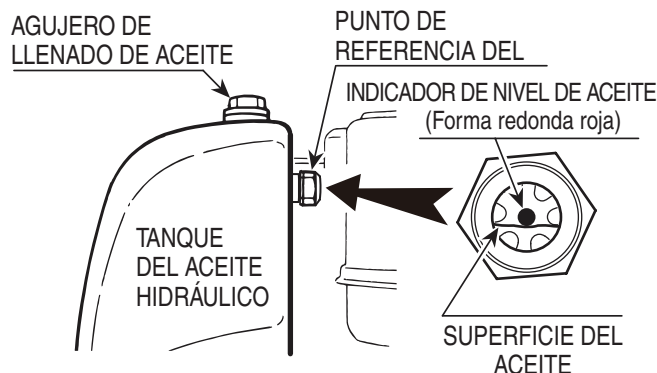

Figura 4. Indicador del nivel de aceite del sistema hidráulico
1. Revise el indicador de nivel de aceite (Figura 4). El nivel de aceite debe llegar al punto de referencia o más arriba. Rellene si es necesario.